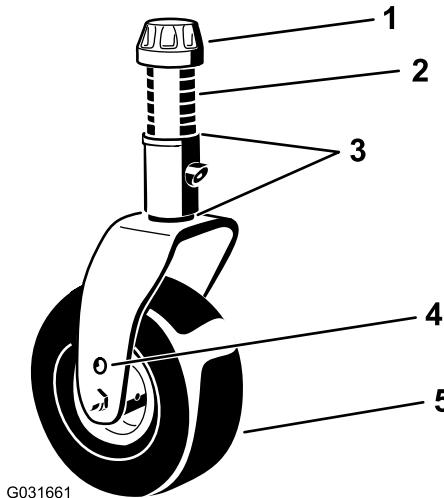

Figure 17
- Avec la clé fournie, desserrez le chapeau de tension et déposez-le de l'axe de pivot, puis sortez l'axe du bras pivotant (Figure 17).
- Installez les cales (comme à l'origine) et les entretoises restantes sur l'arbre (Figure 17).
- Reposez le chapeau de tension et serrez-le avec la clé fournie pour fixer l'ensemble (Figure 17).